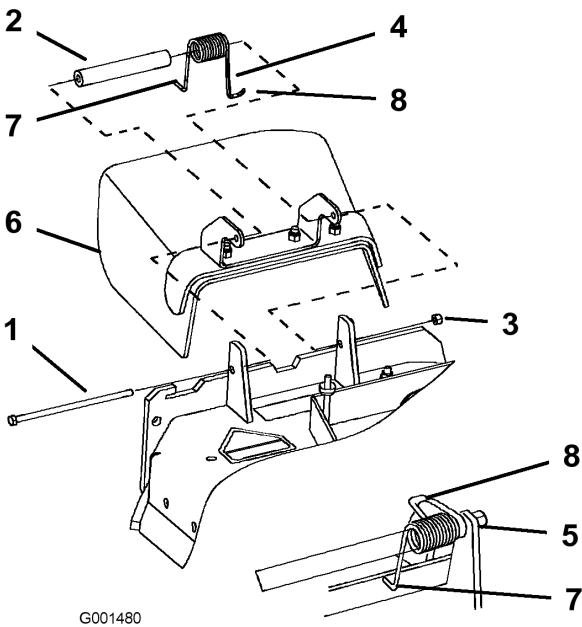

Figura 52
1. Retire la contratuerca, el perno, el muelle y el espaciador que sujetan el deflector a los soportes de pivote (Figura 52). Retire el deflector de hierba dañado o desgastado.
**Nota:** Asegúrese de colocar el extremo en **L** del muelle detrás del reborde de la plataforma antes de instalar el perno, según se muestra en la Figura 52.
3. Instale el perno y la tuerca. Coloque el extremo en **J** del muelle alrededor del deflector de hierba (Figura 52).